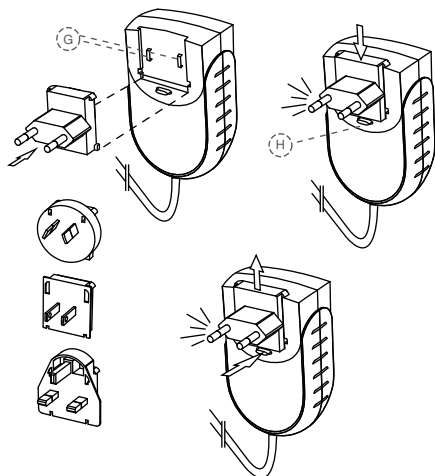

Fig. 4 Netdel og adapter
1. Vælg en stikadapter, der passer til din strømforsyning (se fig. 4).
2. Sæt den påkrævede stikadapter på de to kontakter (fig. 4, G) på netdelen, og tryk den i retning af låsetasten (fig. 4, H), indtil den går i hak. Tryk på låsetasten ved udskiftning af adapteren.